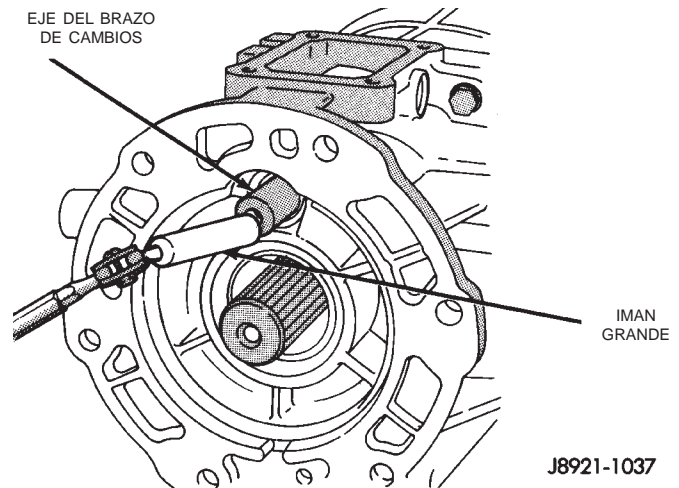

Fig. 25 Desmontaje del eje del cambiador
- (13) Retire el eje del cambiador con un imán grande (Fig. 25).
- (14) Retire el brazo de cambios de la cubierta del adaptador.
- (15) Retire los pernos de la cubierta del adaptador/retenedor de cojinete trasero.